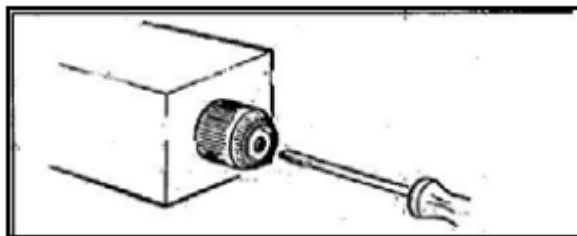

Рис. 3.4
- С помощью отвертки нажать на штифт каждого электрического клапана (см. рис. 3.4), чтобы вручную разблокировать клапаны после длительного хранения.